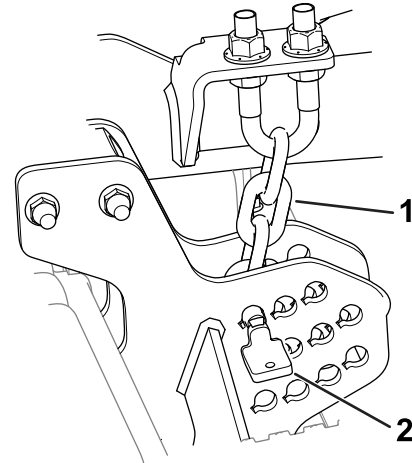

Figura 9
1. Retire los pasadores que fijan las cadenas de altura de corte en la parte trasera de la unidad de corte (Figura 9).
El pasador debe instalarse en el eslabón más bajo de la cadena de altura de corte. La cadena debe colgar recta (Figura 9); no debe estar torcida.